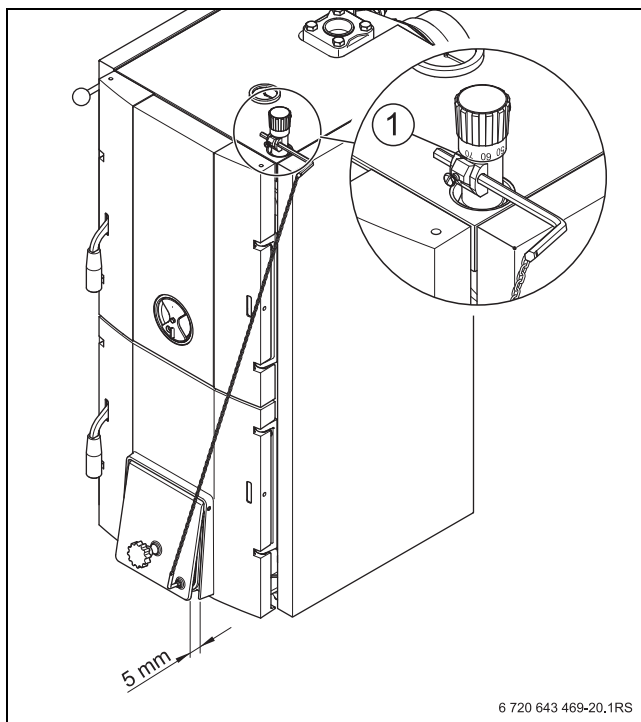

Рис. 26 Настройка регулятора горения
- ▶ Установите регулятор давления на красную метку (85 °C) (→ рис. 26).